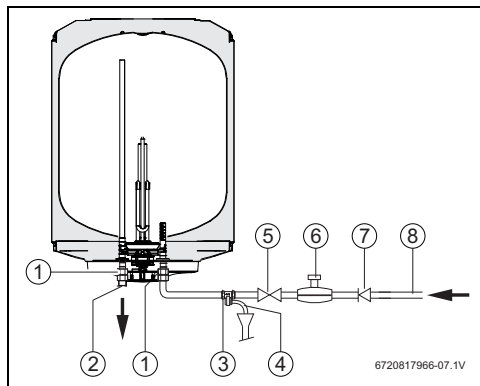

Fig. 10 Ligação de água
De forma a evitar problemas provocados por alterações de pressão súbitas na alimentação, aconselha-se a montagem de uma válvula anti-retorno a montante do termoacumulador (Fig. 10, [7]).
- ▶ Instalar a válvula de segurança na entrada de água do termoacumulador (Fig. 10).
- ▶ instalar uma válvula redutora (Fig. 10). A válvula de segurança vai atuar sempre que a pressão da água no termoacumulador for superior a 8 bar ($\pm 0,5$ bar), pelo que é necessário prever uma forma de canalizar o escoamento dessa água.